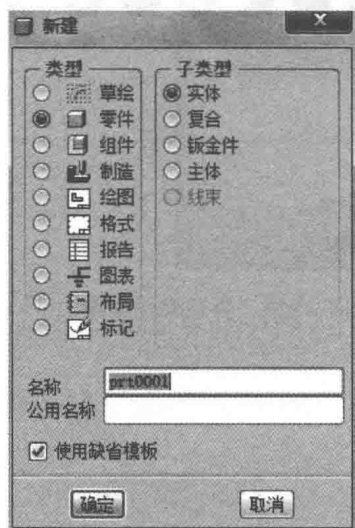

图 1-22 “新建”对话框
① 单击“文件”工具栏中的  按钮，系统弹出如图 1-22 所示的“新建”对话框。